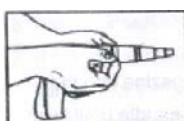
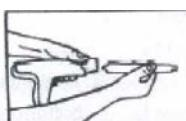

Рис.1
Рис.2
- 9.1. Отогнуть назад и вверх кольцевую пружину. Извлечь стопор и вытащить втулку ударника, ударник и наконечник с направляющей крепежа одновременно (см. рис.1 и рис.2).